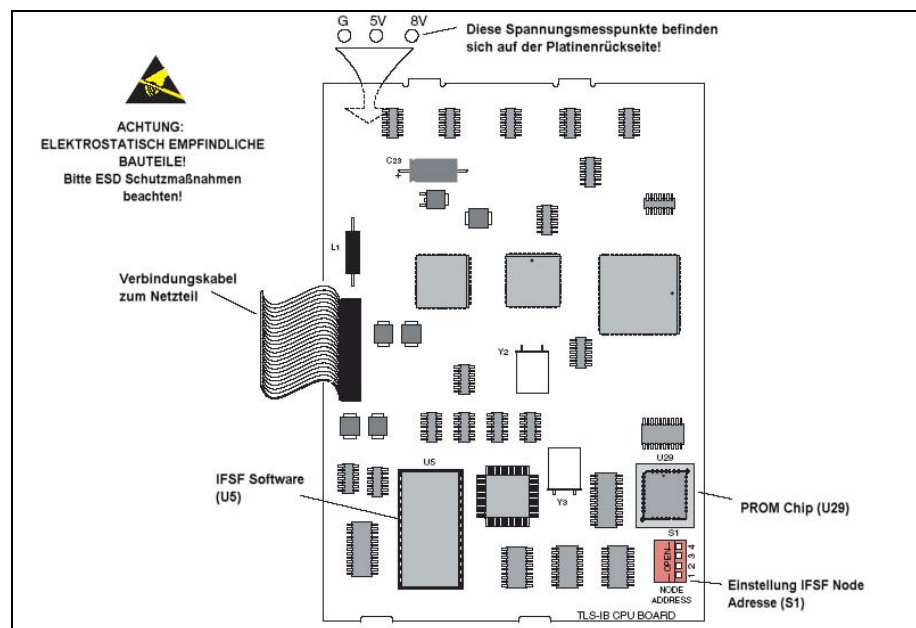

Abb. 7: Die CPU
2. Die Spannung zwischen den Messpunkten GND und 8V ist kleiner wie 7V (siehe auch Abb. 7 auf Seite 11).